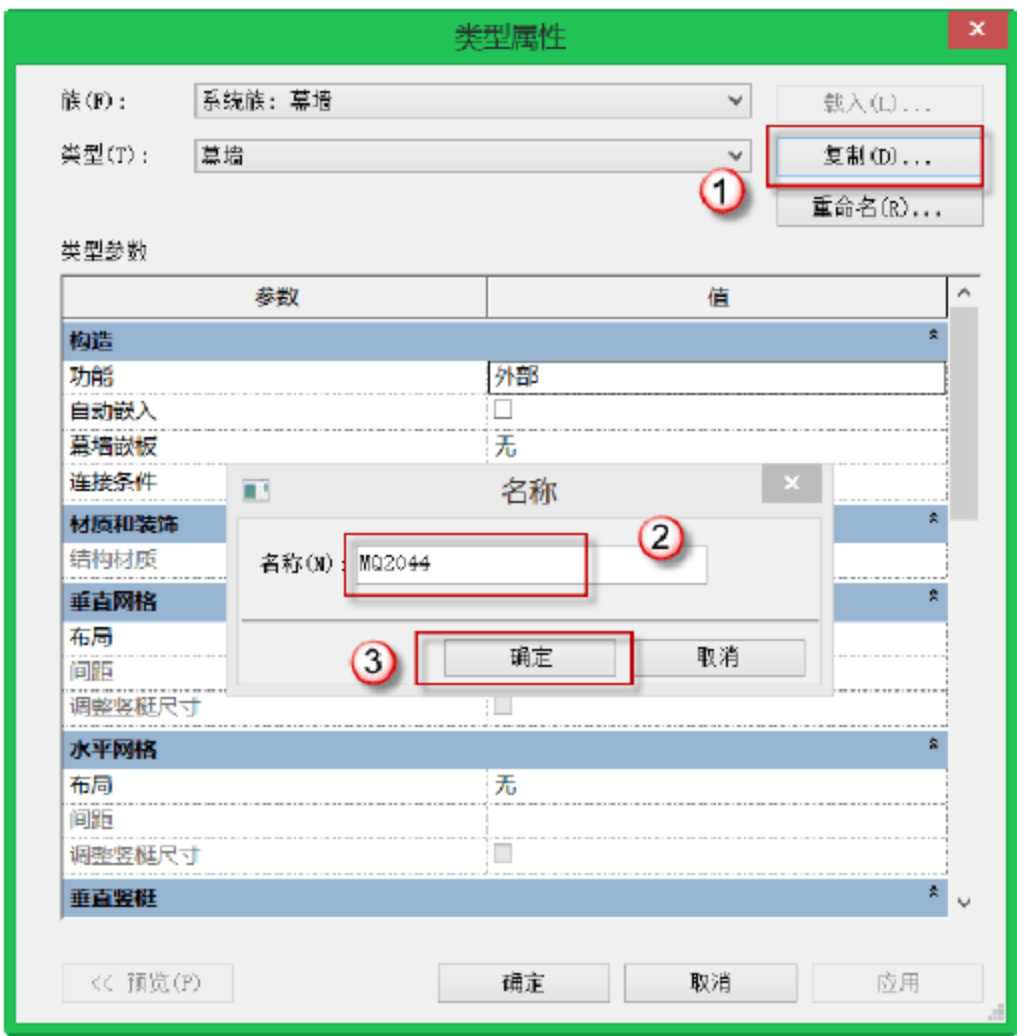
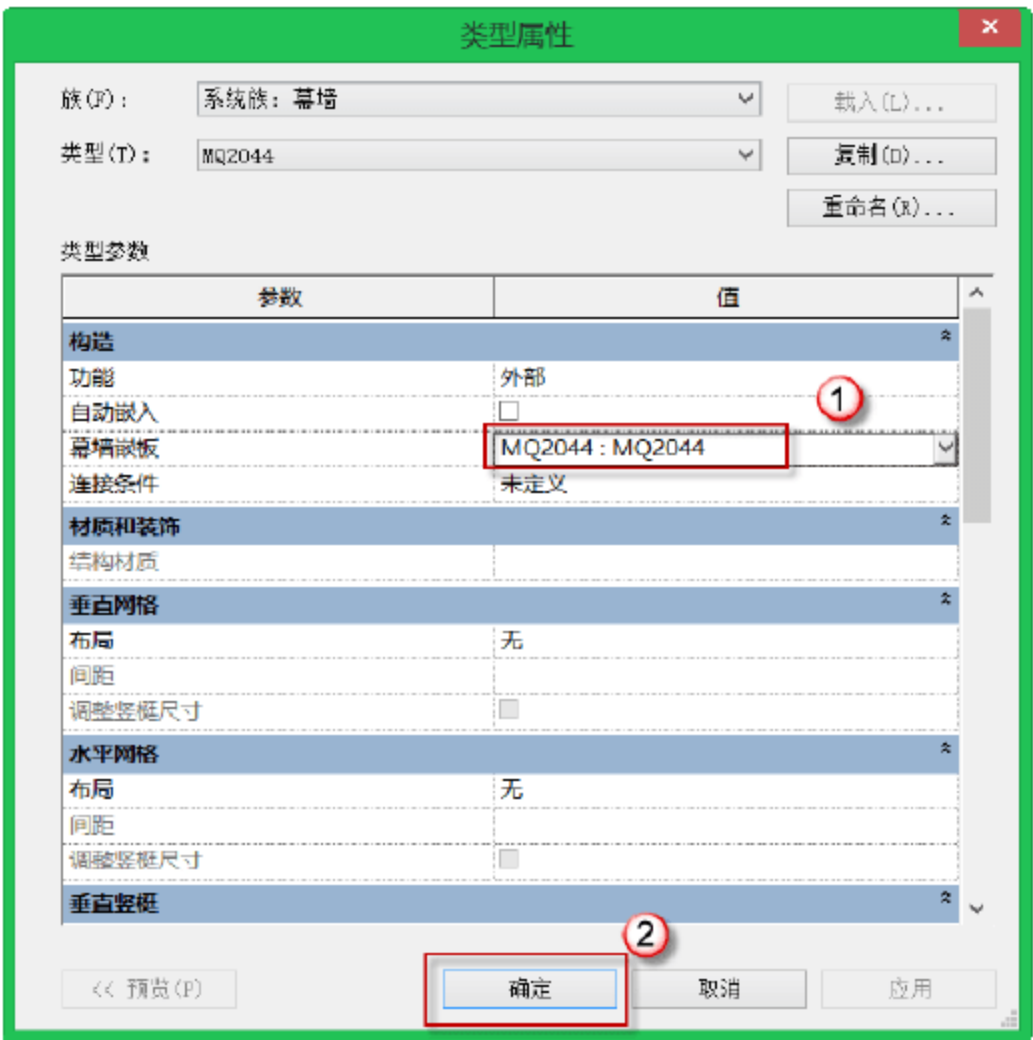

图 10.3.3 复制“MQ2044”族
图 10.3.4 设置“MQ2044”幕墙嵌板
(2) 设定“MQ2044”族类型。选择“建筑”→“墙”→“幕墙”命令，单击“编辑类型”按钮，弹出“类型属性”对话框，单击“复制”按钮，在弹出的对话框中将幕墙名称改为“MQ2044”，最后单击“确定”按钮，如图 10.3.3 所示。在“类型属性”对话框中单击幕墙嵌板参数右边值的单元格下拉按钮，选择“MQ2044”，完成后单击“确定”按钮，如图 10.3.4 所示，这样就完成了“MQ2044”族类型的设定。